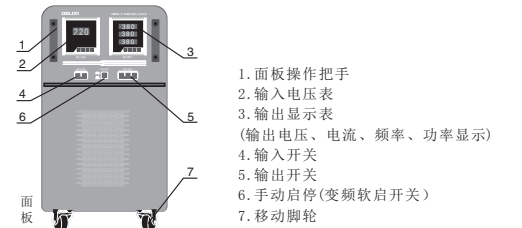
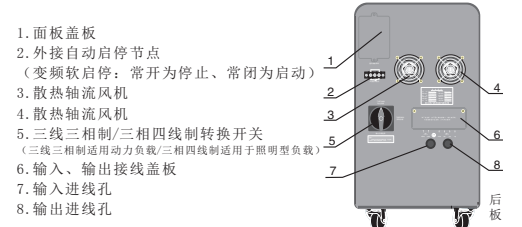

图1：CDZH-系列 单相转三相电源面板外形图
图2：CDZH-系列 单相转三相电源后板外形图
3.1 CDZH-2.2kW~11kW单相转三相电源外形见图1、图2。